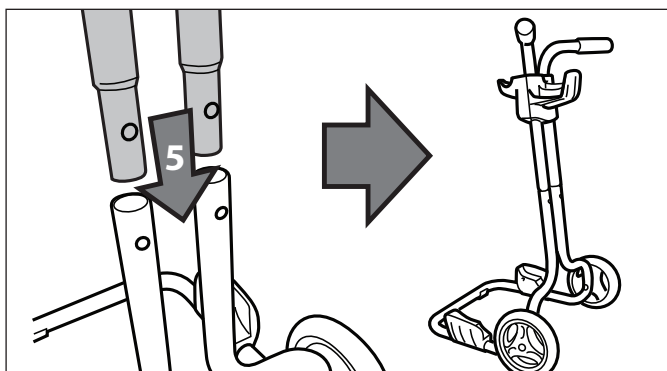

Figure 5. Installer les poignées
- Insérer les tubes supérieurs (poignées) dans les tubes inférieurs du chariot comme illustré à la Figure 5. S'assurer que les tubes supérieurs (poignées) sont bien orientés et aligner les trous de vissage.